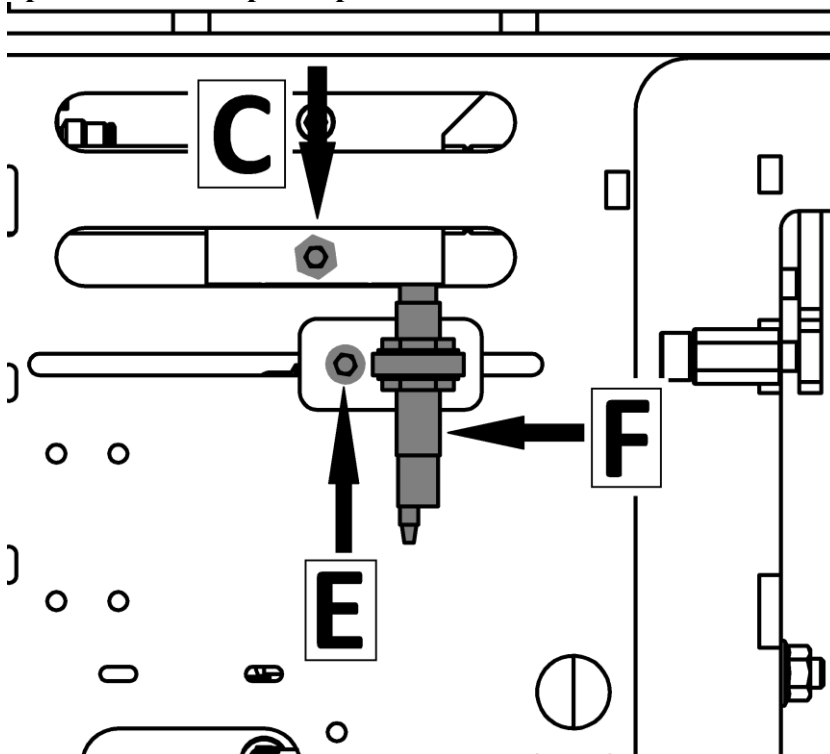

Рисунок 24.
7.11 Проверяем отсутствие давления в пневматической системе, в том числе остаточного. Включаем шкаф управления. Передвигаем индуктивный датчик "F" (рис. 24) до упора вправо и на стереотипер двигаем его влево, в сторону винта "С", пока не загорится светодиод на самом датчике, прекращаем движение. После этого затягиваем фиксирующий винт "Е" (рис.24).
7.14 Затягиваем винт фиксации стабилизатора скорости "C" (рис.24).